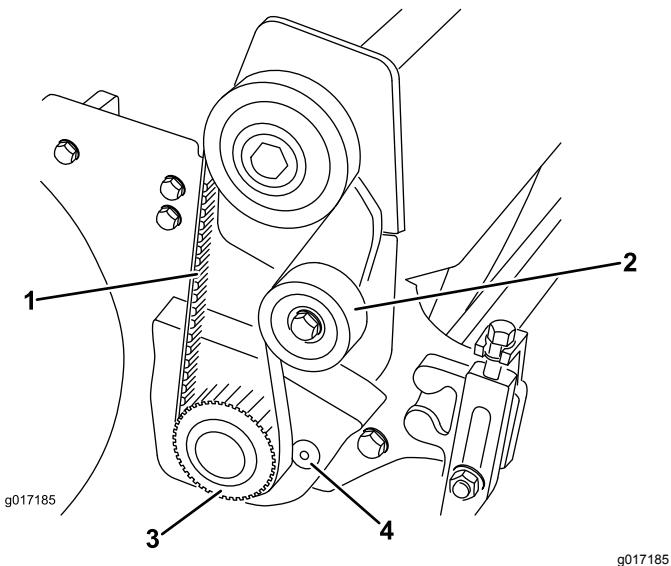

Figura 18
2. Allentate la puleggia tendicinghia per rilasciare la tensione della cinghia e togliete la cinghia di comando del cilindro dalle pulegge (Figura 18).
3. Con prolunga e cricchetto di trasmissione da $\frac{1}{2}$ ", rimuovete la puleggia motrice dall'albero del cilindro (Figura 18).
5. Togliete le 2 viti a testa piana della macchina e i dadi che fissano il carter del braccio del groomer alla sede del cuscinetto e alla piastra laterale (Figura 18).